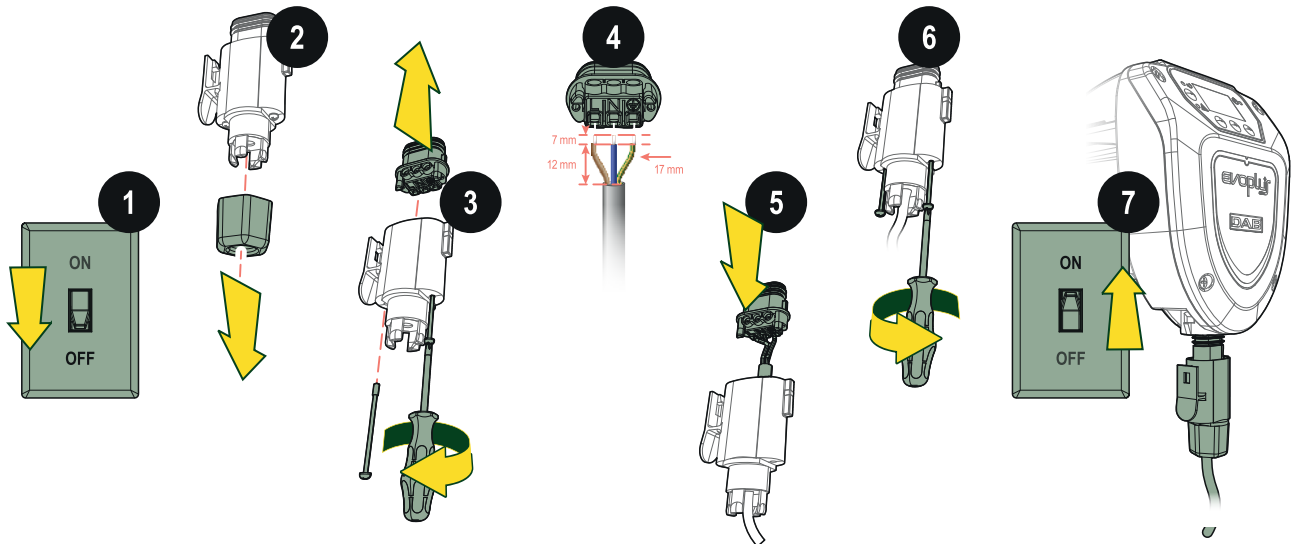

Figura 10
Para realizar la conexión eléctrica del circulador, siga el procedimiento de la Figura 10.
- 4 prepare los conductores como se indica en la Figura 10 y pase el cable por el prensaestopas. Conecte los conductores a la regleta de conexiones, haciendo coincidir la fase (L), el neutro (N) y la tierra (PE a/v); por último, apriete los tres tornillos de los conductores. Introduzca la regleta de conexiones cableada en el prensaestopas, fijándola con los clips laterales. Enrosque la tuerca de bloqueo;